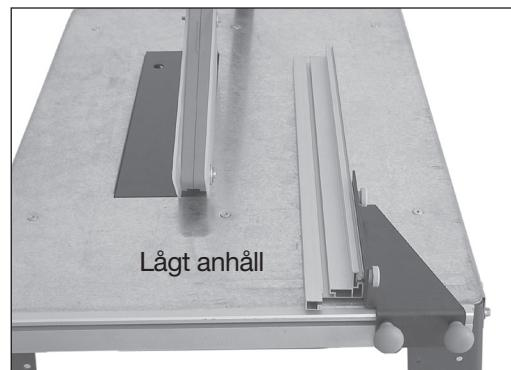

Bild 15.
- Lågt anhåll: För tunna ämnen. När sågklingen är snedställd. Bild 15.